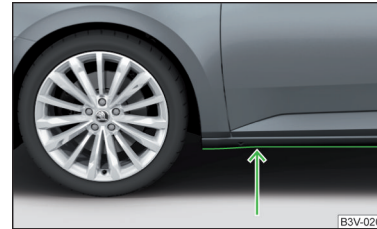

Abb. 267
- Daher vor einer Wasserdurchfahrt die Wassertiefe feststellen. Der Wasserstand darf maximal an die Unterkante des Unterholms reichen » Abb. 267.